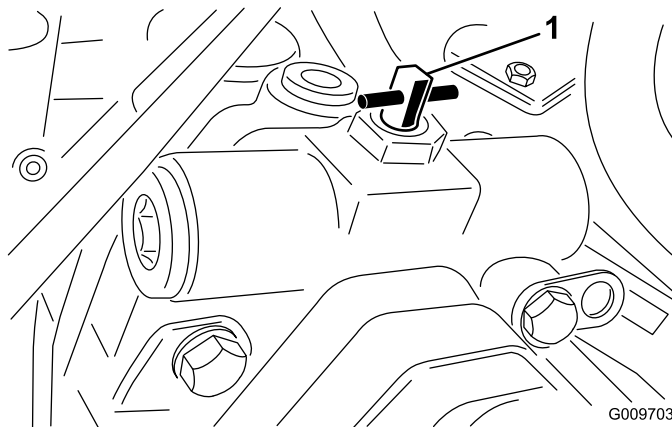

図 18
2. バイパス・バルブのレバー（図 18）を右または左に90° 回転（4分の1回転）させると内部でバイパスが形成される。これにより、トランスミッションを破損することなく機械を押して移動できるようになる。バルブを開けたとき、どちらの方向に回したかを覚えておくこと。